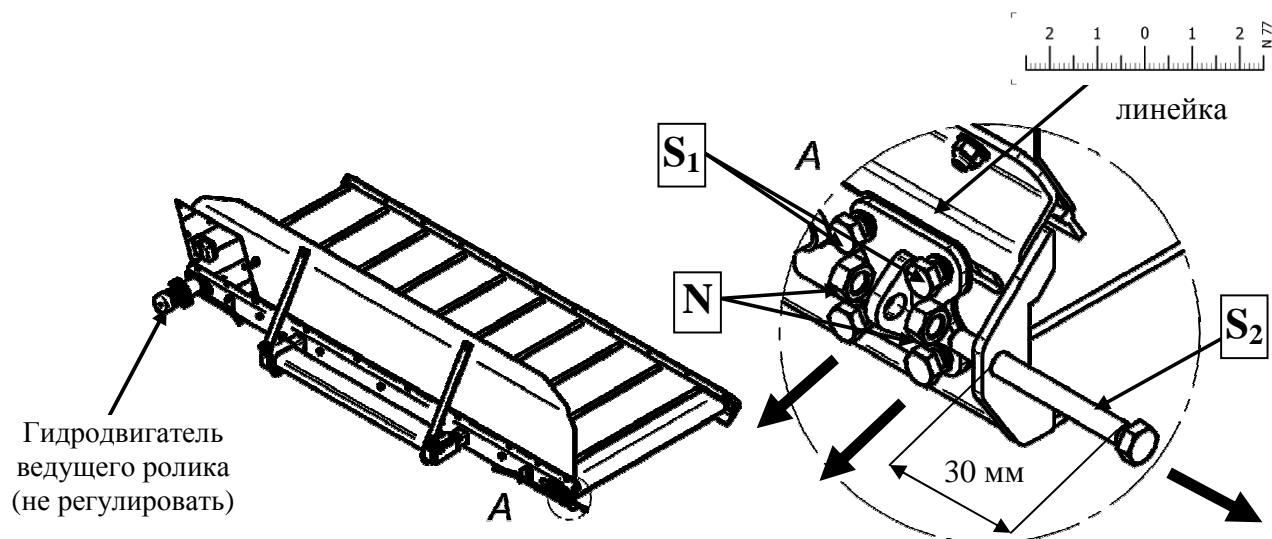

Рис. 42.
2. Травить механизм напряжения ленты натяжного ролика - болта M10 - S₁, гайки M12 - N₂ и открутить регулировочный винт M12 - S₂ на около 30 мм (Рис. 42)